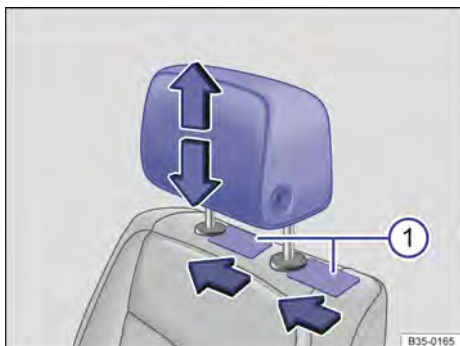

Fig. 84 Desinstalar o apoio para cabeça dianteiro.
co e a capa de cobertura da barra guia do apoio para cabeça e, ao mesmo tempo, com uma leve pressão, destravar as barras de retenção → Fig. 84 ❶.